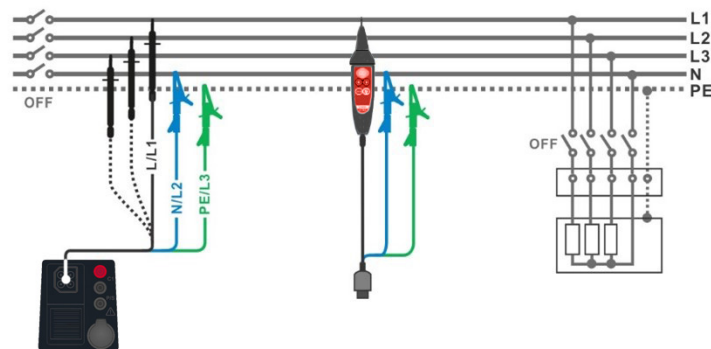

Abbildung 7.11: Anschluss der 3-Leiter-Prüfleitung und der optionalen Commander-Prüfspitze (044155)
- › Schließen Sie die Prüfleitungen am Prüfobjekt an (siehe **Abbildung 7.11**). Die 3-Leiter-Prüfleitung, der Commander-Prüfstecker und die optionale Commander-Prüfspitze (044155) können verwendet werden.